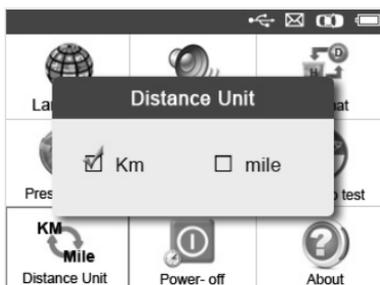

Imagen 3.9
- 2) Desde la pantalla de **unidad de distancia**, utilice el botón de desplazamiento **IZQUIERDA/DERECHA** para seleccionar la unidad de distancia deseada. **Km** o **millas**. (Imagen 3.9)